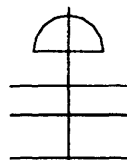

Рис. 2.5
- ♦ направление отступа — над горизонтальной линией (рис. 2.5).